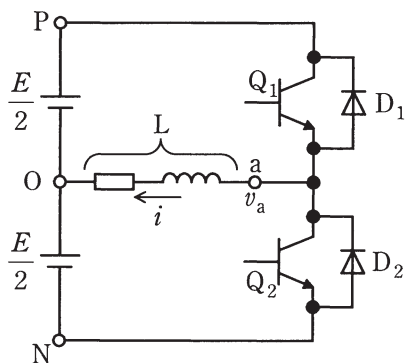
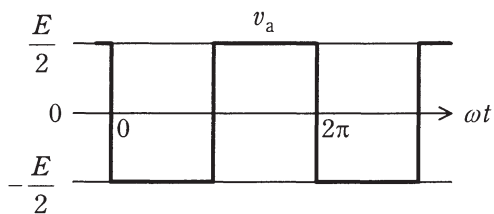
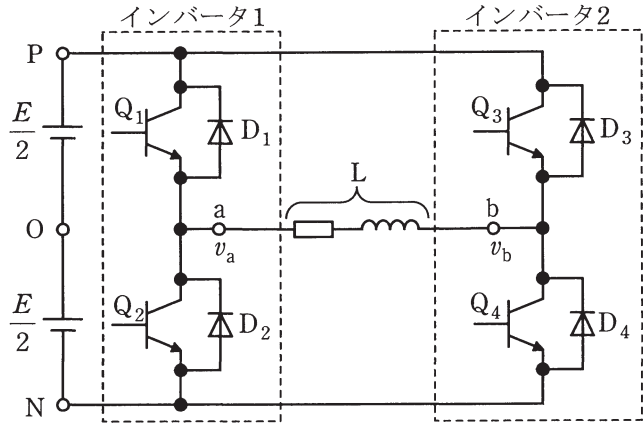
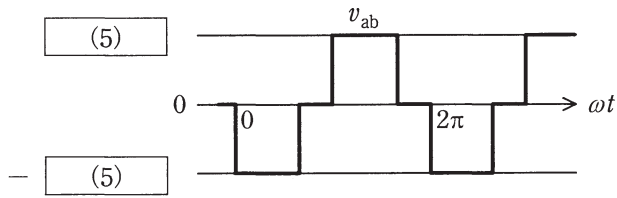

図1
図2
図3
図4
図1には電圧形ハーフブリッジインバータを示す。負荷は誘導性負荷 L で、今 Q_1 がオンして負荷電流が $P-Q_1-L-O$ の経路で流れているとする。その後のある時刻で、 Q_1 をオフして Q_2 にオン信号を与えた。この直後に流れる電流の経路は (1) となる。実際の電圧形インバータでは、 Q_1 にオフ信号を与えてから Q_2 にオン信号を与えるまでに所定の時間をとっている。この時間を (2) といい、ターンオフの遅れなどによって短絡電流が流れるのを未然に防止する目的で設けている。電圧形インバータでは、直流電源とインバータからなる回路の (3) してあるので、もし短絡すると大きな短絡電流が流れてしまう。
図1のインバータの出力電圧波形を図2に示す。この電圧 v_a は、直流電源の (4) 端子から a 端子を見たときの電圧である。図1のハーフブリッジインバータを2台使用したのが、図3の電圧形フルブリッジインバータである。このときの出力電圧 v_{ab} は、 $v_{ab} = v_a - v_b$ と表せる。インバータ1とインバータ2が位相差 120° で運転したときの出力電圧波形は図4となり、この電圧 v_{ab} の波高値は (5) となる。